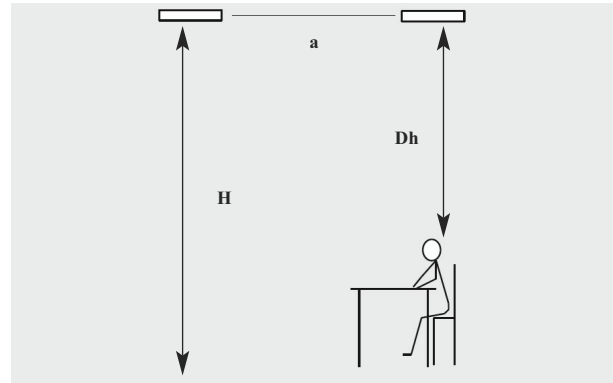

Fig. 2: Pozitionare verticala.
La instalarea panourilor distanta dintre unitati ar trebui sa nu fie mai mare decat inaltimea dintre unitate si podea, adica (a) ar trebui sa fie mai mica decat (H), vezi Fig.2. In camere folosite rar aceasta distanta poate fi mai mare. In camere folosite des distanta dintre panou si o persoana care sta la birou ar trebui sa fie macar 1,5 - 2 metri (Δh). Cand aceste doua conditii sunt indeplinite diferenta de temperatura de operare nu va depasi nivelul de confort $\Delta T_{op} = 5 \text{ }^\circ\text{C}$. Asta inseamna ca diferenta dintre temperatura reala si temperatura resimtita de catre o persoana nu va fi mai mare de $5 \text{ }^\circ\text{C}$.
Panourile se monteaza pe tavan, pe armaturi sau suspendate de tavan prin intermediul cablurilor sau lanturilor. Panourile sunt fabricate pentru instalare permanenta si trebuie montate orizontal. In locatii folosite frecvent, panoul trebuie montat la o inaltime de 1,5 - 2 metri deasupra capului, vezi Fig.2. Distanta dintre panouri nu trebuie sa fie mai mare decat distanta dintre panou si podea, adica "a" < "H", vezi Fig.2. Distantele minime de montaj sunt date in Fig.3. Bratarile de montaj pe tavan cat si suruburile se gasesc in cutia de conexiuni a panoului.